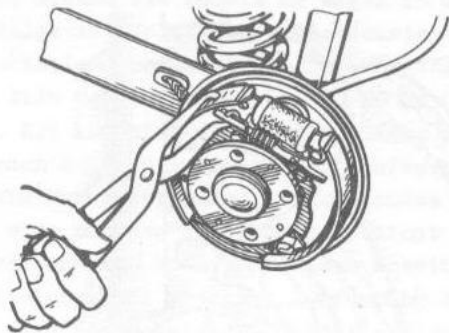

Bild 6-22. Absetzen der Spannfeder von Hinterradbremsbacken
- beide Spannfedern der Bremsbacken mit Hilfe der Zange 9487-740 (Bild 6-22) abziehen;
- beide Spannfedern der Bremsbacken mit Hilfe einer Zange (siehe Bild 6-22) fortnehmen, Bremsbacken auseinanderführen und ihre Enden aus den Schlitzen der Tragschäfte der Kolben herausbringen;